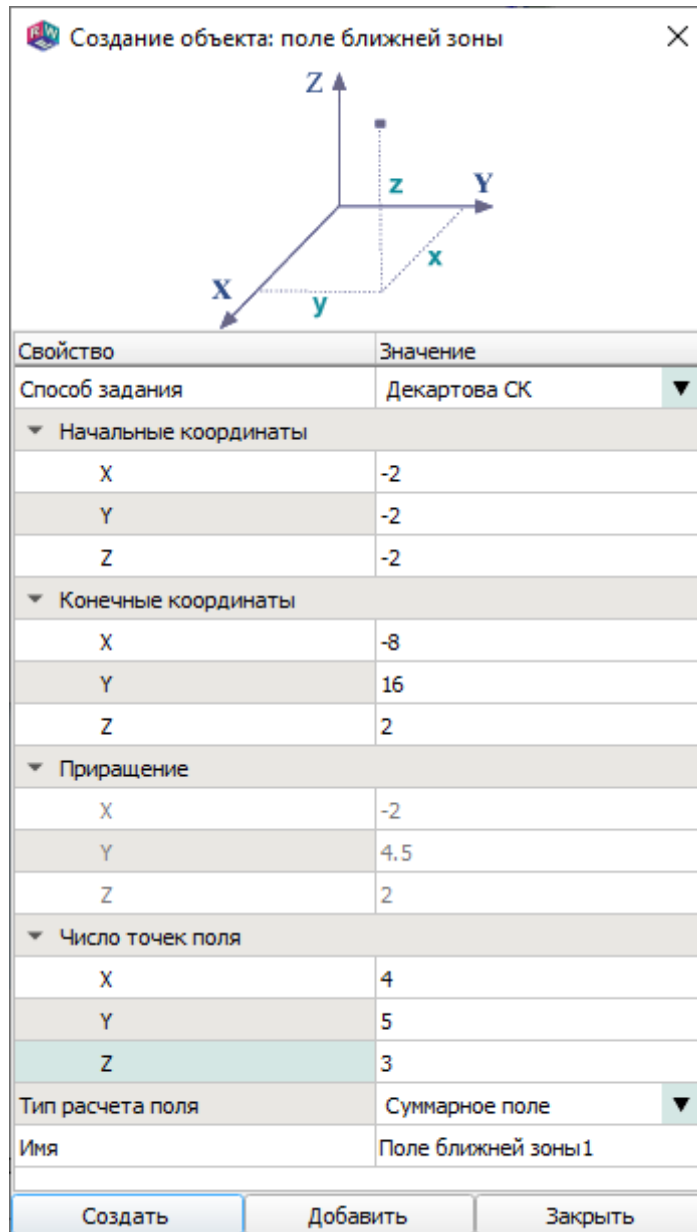

Рис. 93
12.7.2. Для расчета токов в точках поля ближней зоны нажать кнопку на ленте меню «Вывод». Будет выведено диалоговое окно команды «Создание объекта: поле ближней зоны» (рис. 93).